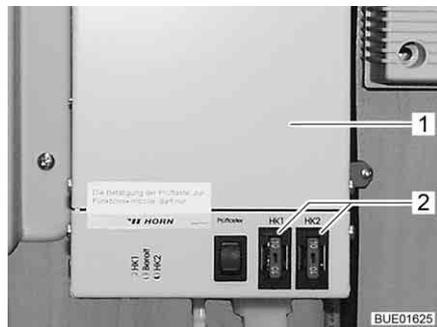

Fig. 149 Regulador do aquecimento das tubagens de águas residuais
Os fusíveis encontram-se no regulador (Fig. 149,1).
- Troque o fusível (Fig. 149,2).